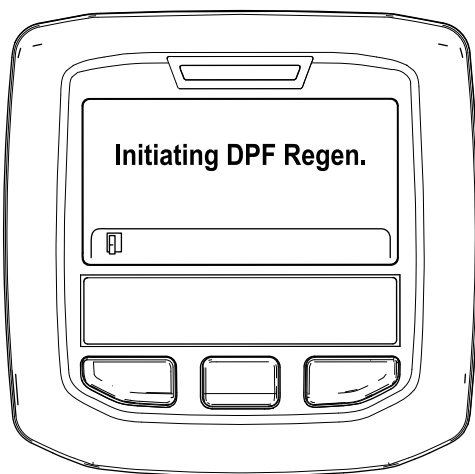

Figura 44
- A. Se muestra el mensaje "Initiating DPF Regen." (Iniciando regeneración de DPF) (Figura 44).